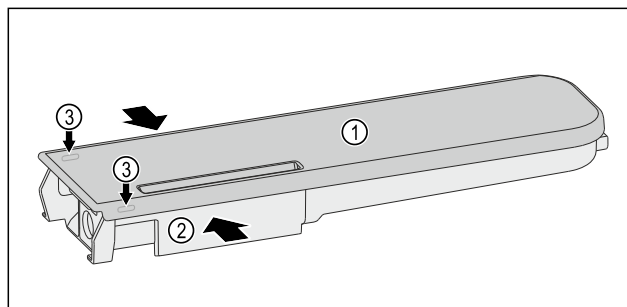

Fig. 233
- Ngjishni enën e ujit Fig. 233 (2) dhe ngrini e tërhiqni lart me kujdes kapakun Fig. 233 (1) nga gjuhëzat e kapjes Fig. 233 (3).
- Lëvizni lehtë kapakun Fig. 233 (1) përpara dhe mbrapa dhe hiqeni nga lart.